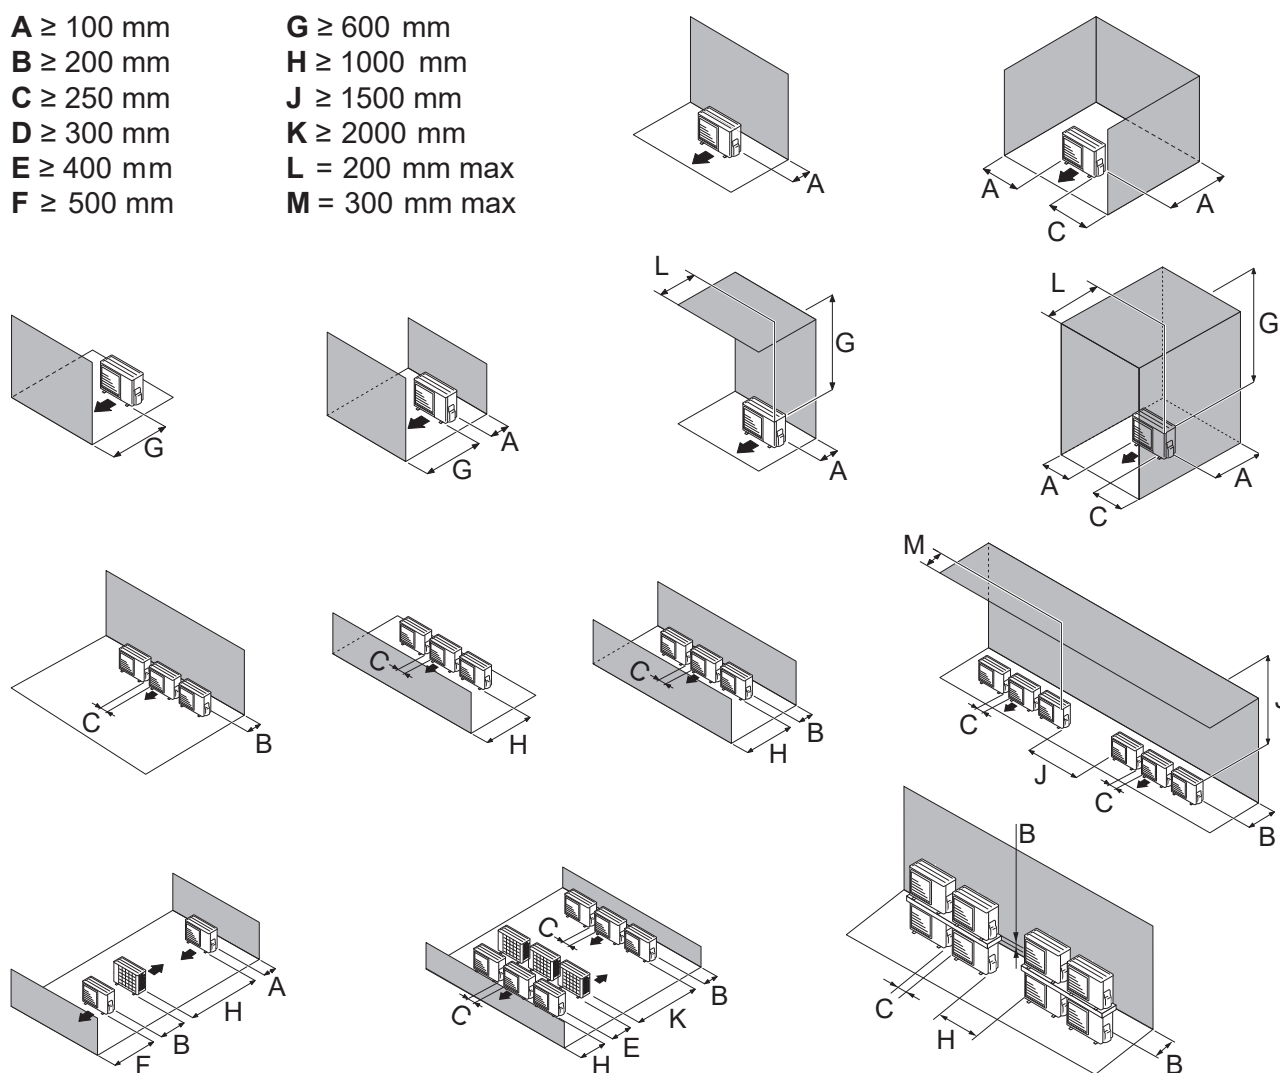

fig. 16 - Distancias mínimas de instalación alrededor de la unidad exterior (modelo 5, 6 y 8)
- El aparato debe estar perfectamente accesible para los trabajos posteriores de instalación y mantenimiento (fig. 16).
- Ningún obstáculo debe impedir la circulación del aire a través del evaporador ni la salida del ventilador (fig. 16).